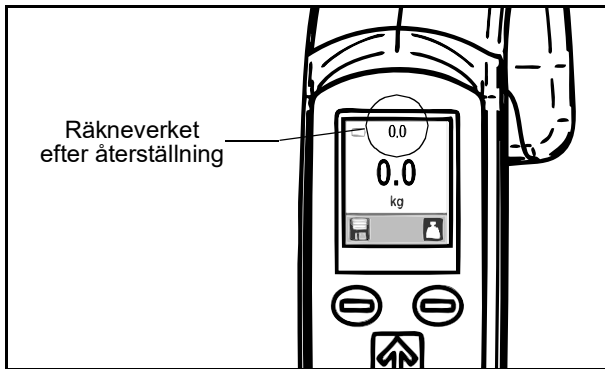

Fig. 4
5. Stäng av enheten igen med stoppknappen. När enheten slås på nästa gång kommer räkneverket att visa noll (se Fig. 4).